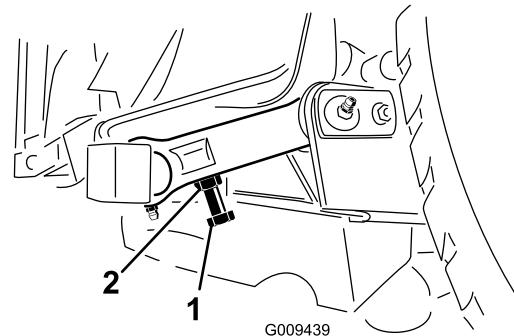

Figure 29
3. Pour ajuster la distance, trouvez le boulon sur la bielle de pivot arrière du plateau de coupe (Figure 29). Desserrez l'écrou de blocage sur le boulon de réglage. Desserrez ou serrez les boulons de réglage pour obtenir un écartement de 10 à 16 mm, puis serrez l'écrou de blocage.